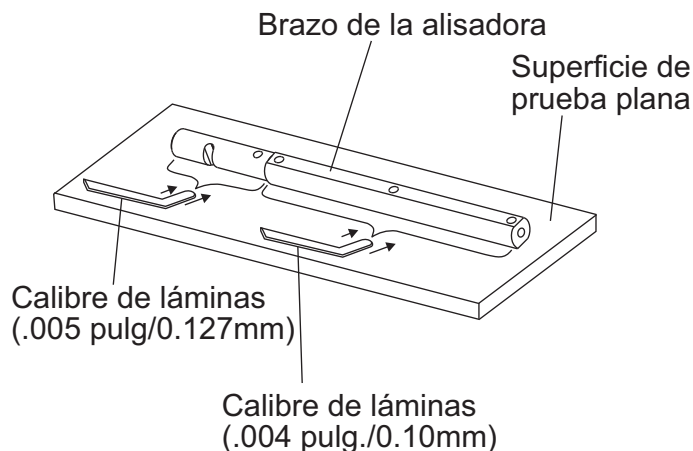

Figura 43. Comprobación de la planeidad del brazo de la alisadora
- Compruebe cada uno de los seis lados del brazo de la alisadora (sección hexagonal). No debe haber un calibre de láminas de 0.004" (0.10 mm) entre la parte plana del brazo de la alisadora y la superficie de prueba a lo largo de la superficie de prueba (Figura 43).